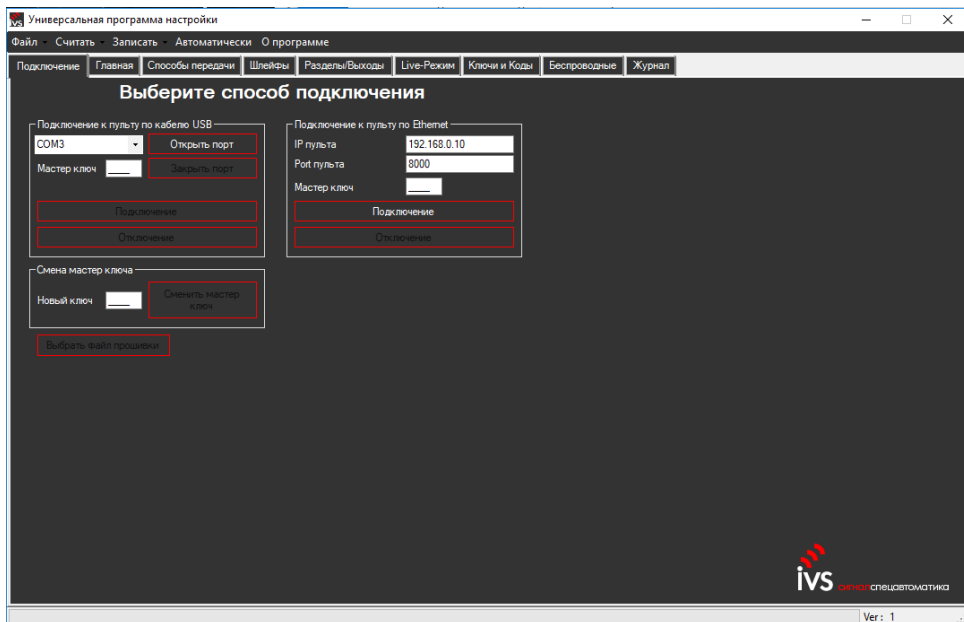

Рисунок 8 – Универсальная программа настройки прибора
- запустите универсальную программу настройки прибора (см. рисунок 8).
Во вкладке «Подключение» в поле «Подключение к прибору по кабелю USB», выберите имя порта для подключения, после чего нажмите кнопку «Открыть порт», затем в этом же поле нажмите кнопку «Подключение» (см. рисунок 8).
Запустите универсальную программу настройки прибора (см. рисунок 8).
Во вкладке «Подключение» в поле «Подключение к прибору по Ethernet» укажите IP адрес прибора, Port прибора, затем в этом же поле нажмите кнопку «Подключение» (см. рисунок 8).